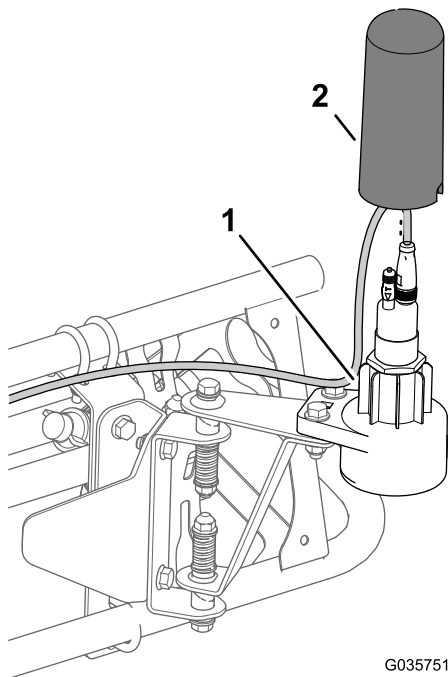

図 25
4. センサーと下側ハウジングとに上側ハウジングを取り付ける 図 25。